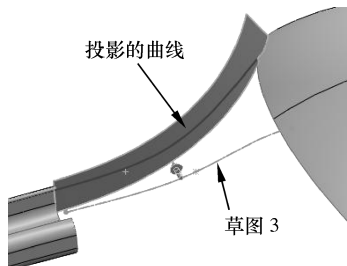

图 4-103 投影草图 3
- 17 利用【投影曲线】工具，将草图 3 投影到直纹曲面上，如图 4-103 所示。